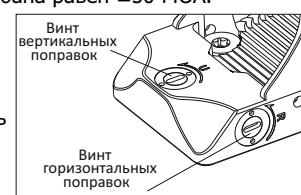

Рис. 7
- 2) Наверху прицела находится барабан вертикальных поправок, справа - барабан горизонтальных поправок. Для ввода поправок вставьте плоский выступ прилагаемого ключа в прорезь в барабане и поверните его (Рис. 7), чтобы сделать нужную поправку.